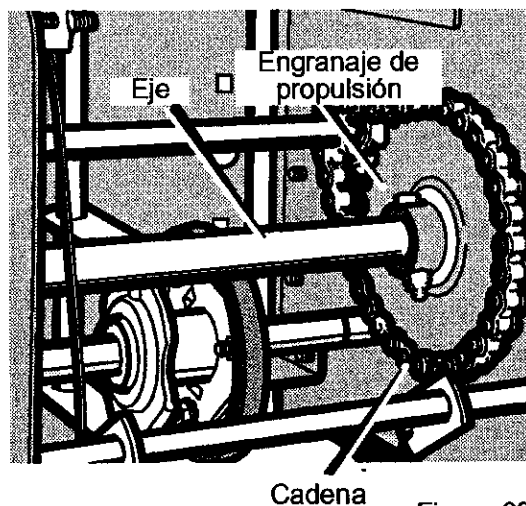

Figura 68
7. Quite los sujetadores que fijan el engranaje de propulsión al eje (Figura 68).
16. Instale la llanta izquierda, el **eje** y el **engranaje de propulsión** con los sujetadores que quitó antes. Instale la **cadena** en el **engranaje de propulsión** (Figura 68).